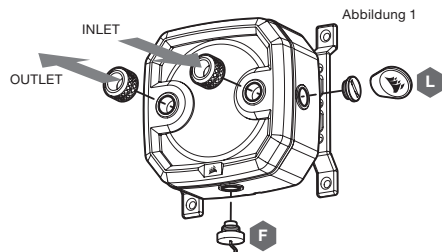

Abbildung 1
1. Installieren Sie die beiden (2) passenden CORSAIR XF G1/4 BSPP-Gewindeverschraubungen (nicht im Lieferumfang enthalten) in die Reservoirports und Ziehen Sie sie von Hand fest. Verwenden Sie keine Werkzeuge (z. B. Zangen) (Abbildung 1).